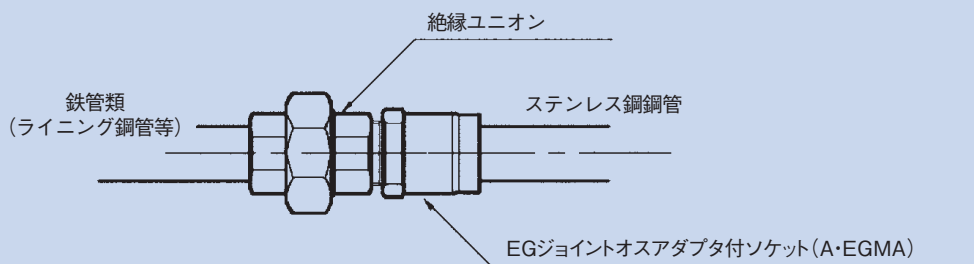

図3-3-2 絶縁ユニオンを用いての接合（15A、20A）
- 小径の15A、20Aに関しては、市販の絶縁ユニオンをご使用いただくことも可能です。（図3-3-2）